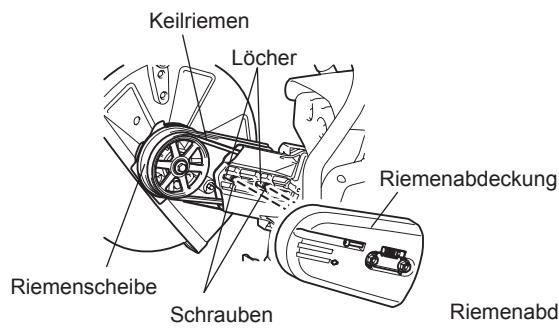

Abb. 6
- Wenden Sie die entfernte Trennerbefestigung, führen Sie den Bolzen durch das Loch und montieren Sie sie wieder in Richtung B. Montieren Sie den Keilriemen wieder auf der Riemscheibe. (Abb. 6)